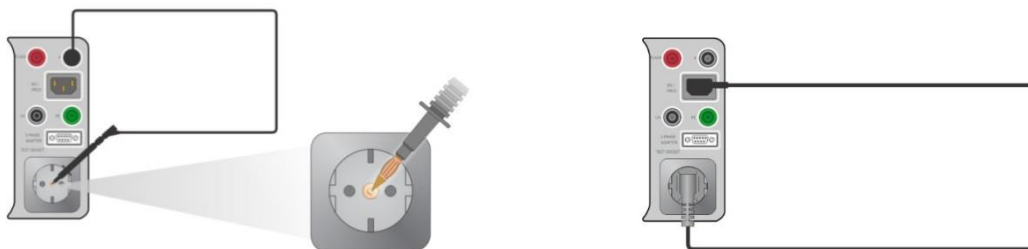

Abbildung 6.21: Kurzgeschlossene Prüflleitung / IEC Prüflleitung
- Verbinden Sie die Prüflleitung mit dem Messgerät zwischen der P- / S-Klemme und der PE-Klemme an der Prüfsteckdose oder verbinden Sie das IEC-Prüflleitung zwischen IEC-Stecker und Prüfsteckdose, je nach Einstellung, siehe *Abbildung 6.21*.